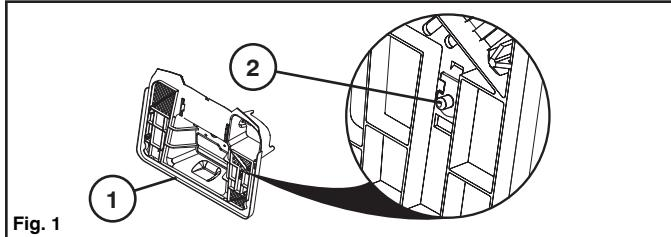

Fig. 1
- Сяди сзади трактора со сборником, снятым с заднего щитка (1), определите местоположение переключателя (2). (См. Рис. 1)